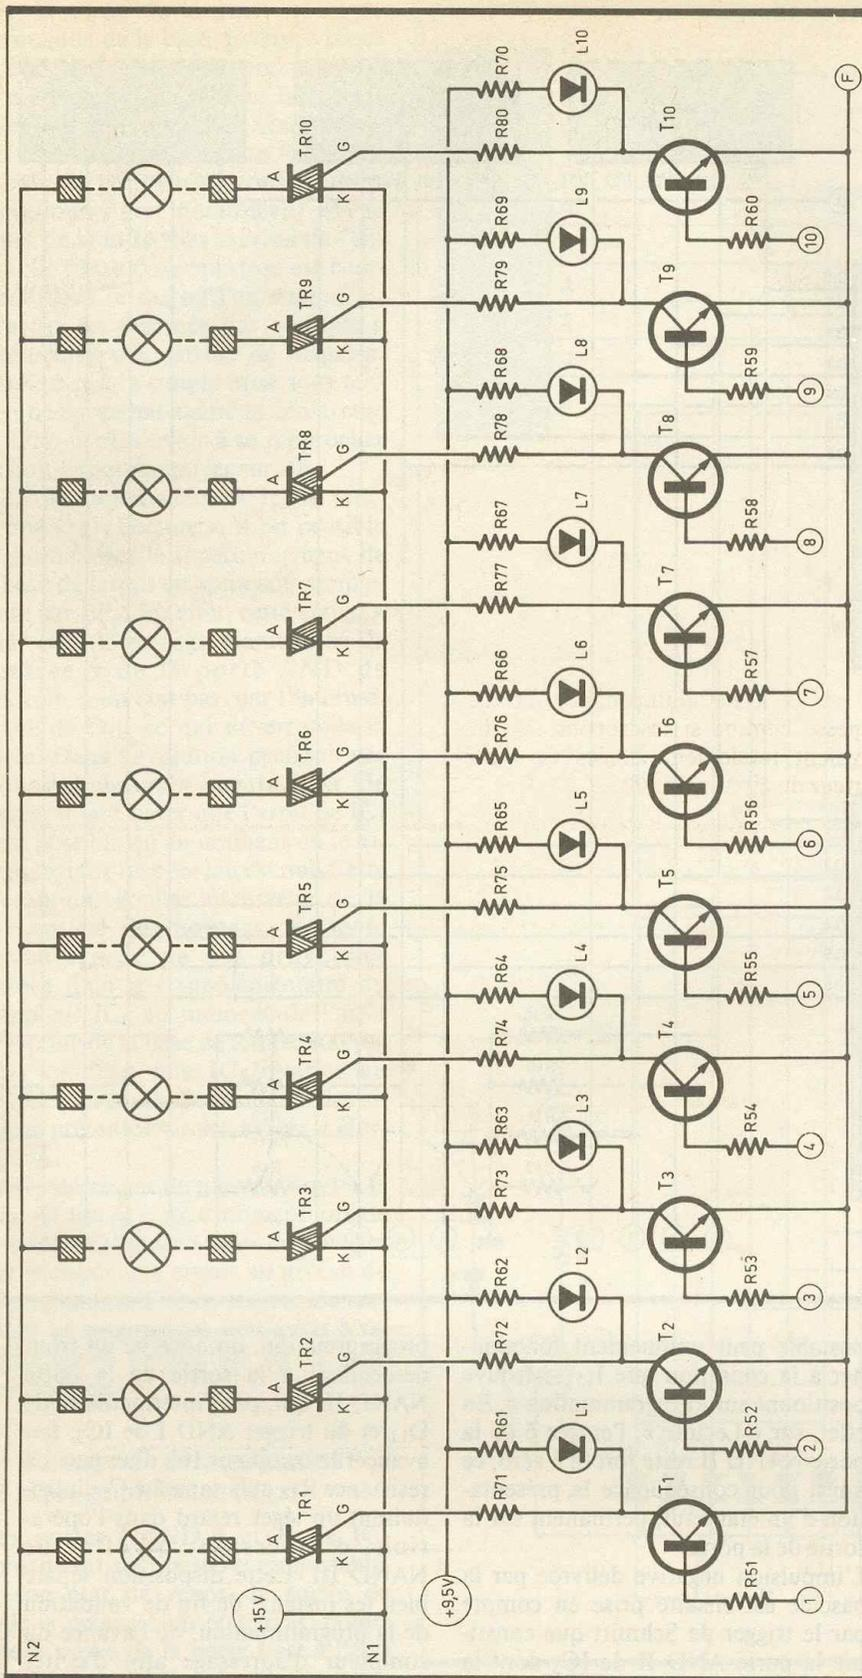

Fig. 6 Utilisation et circuit de puissance.
**i) Lecture du programme et circuits d'utilisation (fig. 6)**